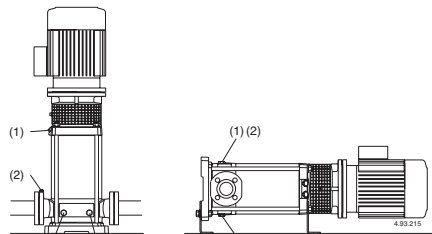

Fig. 4 (1) Fyllning samt luftskrav
Om den sugande funktionen upphör (tryckmanometern svänger eller om trycket minskar/ökar) se till att alla röranlutningar på sugsidan är täta, repetera avluftningen på sugsidan (2), se till att avluftningsskruven (2) samt dräneringspluggen (3) är täta på sugsidan (**fig. 4**).
För att förlänga livslängden skall pumpen som vid pumpning av förorenade vätskor köras med en ren vätska efteråt för att avlägsna partiklar eller, efter dränering genomförs rengöring genom att rent vatten (minst 40 liter) hälls in genom fyllnadspluggen (1) på trycksidan tills det kommer ut genom dräneringshålet (3) på sugsidan (fig. 4).
Före demontering, koppla bort strömkabeln från terminalboxen. Stäng ventilierna på sug och trycksidan och töm pumphuset (fig.4).